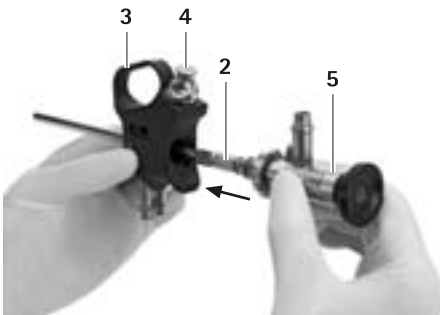

Fig. 4
- Insérer par l'arrière dans le manche la tige d'aspiration et d'irrigation MINOP TREND 2 avec endoscope MINOP TREND 5 monté, jusqu'à ce que la tige d'aspiration et d'irrigation 2 s'engage, voir Fig. 4. La tige d'aspiration et d'irrigation MINOP TREND 2 est rotative.